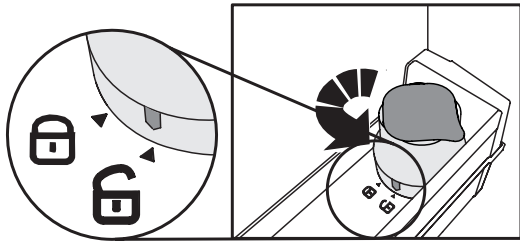

Fig. 3
- Déverrouillez l'ensemble du filtre en le tournant dans le sens contraire aux aiguilles d'une montre (**Fig. 3**).
(Vous pouvez suivre la procédure décrite dans l'activation du Filtre à Charbon et l'installation du filtre - Fig. 3, 4, 5, 6, 7, 8).